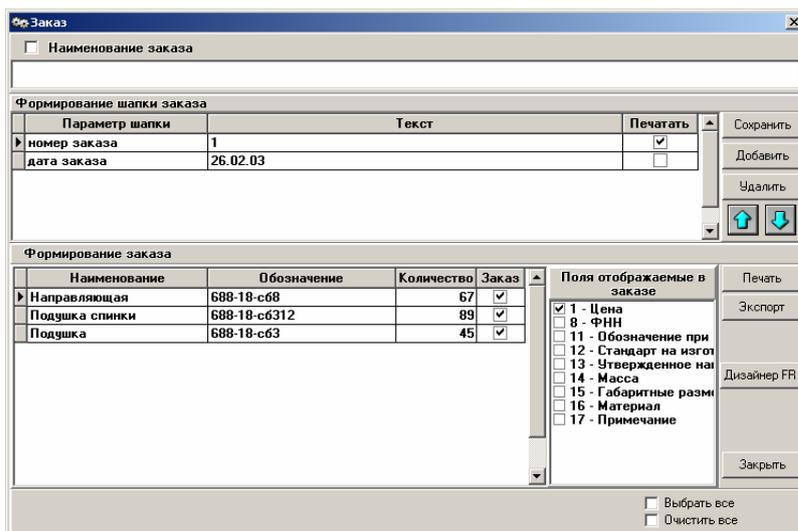

Рисунок 3 - Окно формирования заказа
- окно формирования заказа (рисунок 3);